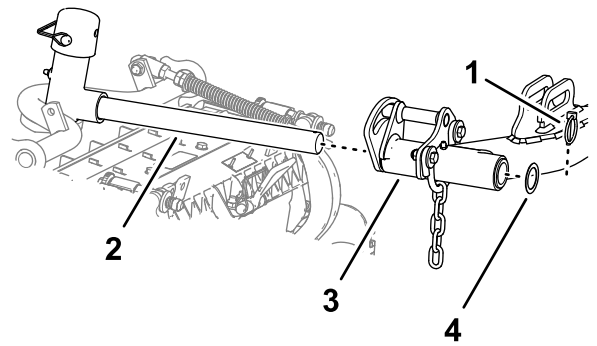

図 22
- 5. カッティングユニットを昇降アームの下に置く(図 22)。